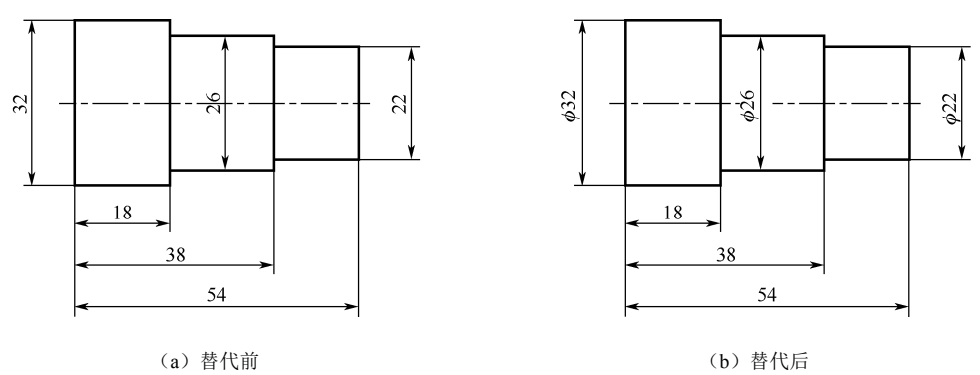

图 4-130 轴的标注
**例 4-7** 采用“机械标注”样式标注如图 4-130 (a) 所示轴的尺寸并用“替代样式”“标注更新”的方法修改径向尺寸, 使其最终结果如图 4-130 (b) 所示。
- ① 在“标注”工具栏中将“机械标注”设置为当前标注样式。
- ② 使用“线性”命令标注所有尺寸, 如图 4-130 (a) 所示。
- ③ 打开“标注样式管理器”对话框, 选择“机械标注”选项。
- ④ 单击“替代”按钮, 弹出“替代当前样式: 机械标注”对话框。